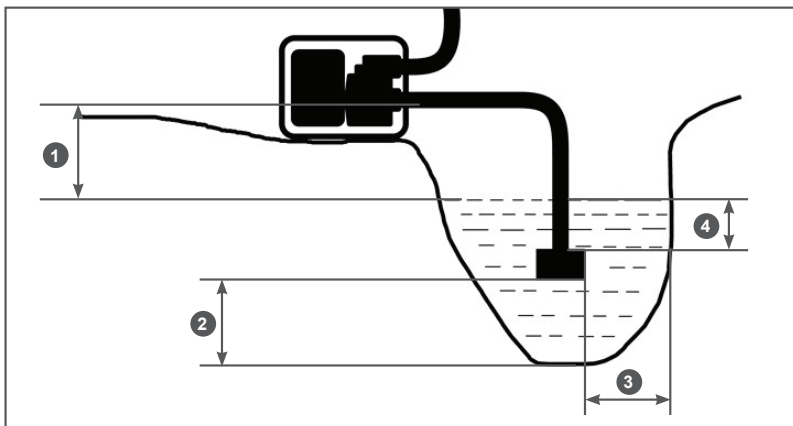

Рис. 9 Расположение мотопомпы и всасывающего фильтра
обеспечив вертикальное положение фильтра. При расположении всасывающего рукава с установленным фильтром соблюдайте все требования, указанные на Рис. 9.
2. Необходимо установить мотопомпу как можно ближе к источнику жидкости. Чем меньше высота расположения мотопомпы по отношению к уровню забора жидкости (Рис. 9 п. 1), тем быстрее происходит всасывание жидкости и выше производительность насоса.
Не превышайте высоту расположения мотопомпы по отношению к уровню забора воды (Рис. 9 п. 1).
4. В процессе выкачивания жидкости из водоема (емкости) уровень жидкости в водоеме (емкости) будет естественным образом понижаться. Если требуемые расстояния (Рис. 9 п. 2, 3, 4) между всасывающим фильтром и стенками и дном водоема (емкости) не соблюдаются, выкачивание жидкости следует прекратить.